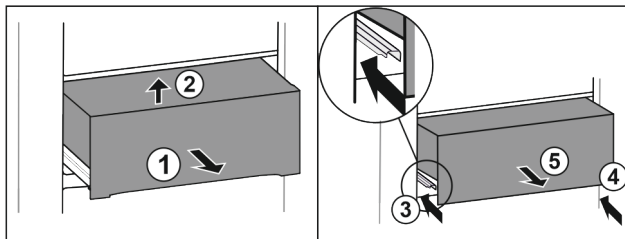

Fig. 30
- ▶ Изтеглете чекмеджето наполовина Fig. 30 (1).
- ▶ Повдигнете отпред Fig. 30 (2).
- ▶ Вкарайте лявата релса Fig. 30 (3).
- ▶ Вкарайте дясната релса Fig. 30 (4).
- ▶ Извадете чекмеджето напред Fig. 30 (5).